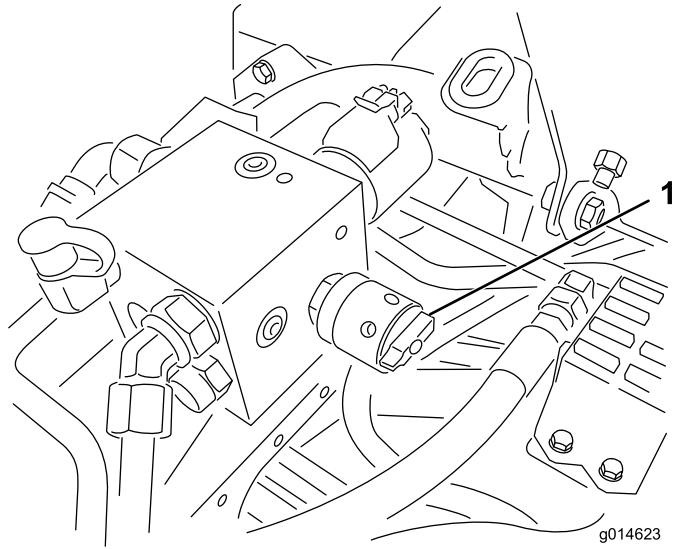

Bild 50
6. Drehen Sie den Spindeldrehzahlregler auf die Einstellung 1 (Bild 50).